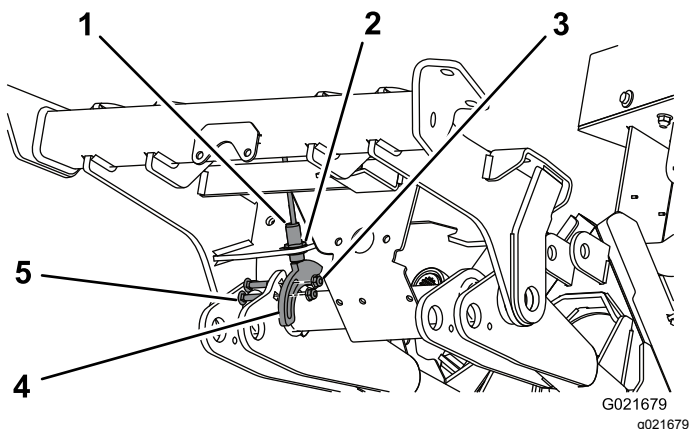

Figura 14
- Utilizando o furo na parte inferior da estrutura frontal, monte sem apertar o interruptor de proximidade com as anilhas e porcas de retenção (Figura 14).
- Posicione a placa do sensor como se mostra na Figura 14.